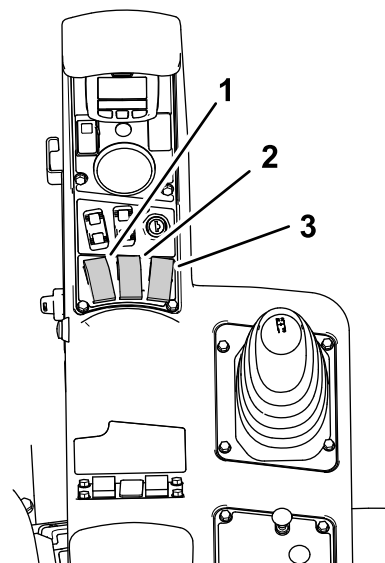

図 64
1. ブームスイッチ3つ車両のコントロールコンソールにあるを ON にセットする 図 64 と 図 65。